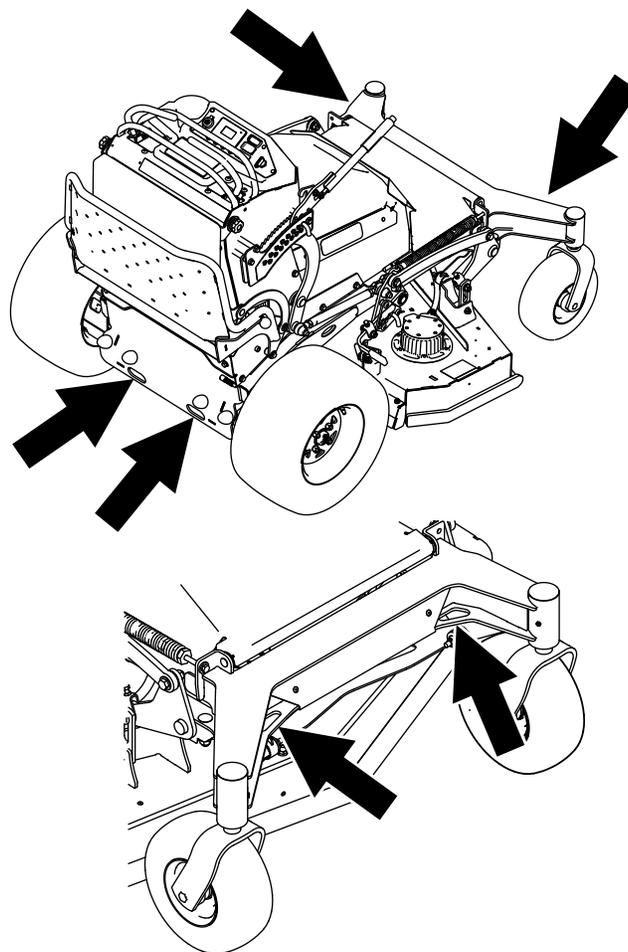

Рисунок 39
7. С помощью строп, цепей, кабелей или канатов закрепите машину в точках, расположенных рядом с передними поворотными колесами, или используйте отверстия в передней раме и отверстия в заднем бампере (Рисунок 39). Изучите местные нормативные документы по требованиям к креплению оборудования.